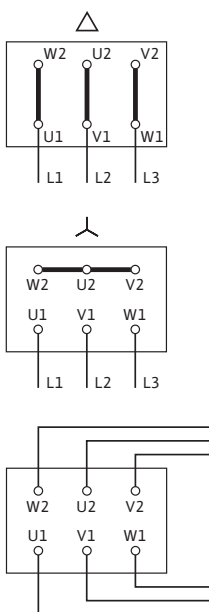

Fig. 17: Під'єднання до мережі
Схема електричного під'єднання знаходиться в кришці клемної коробки (див. також Fig. 17).
- Під'єднання до мережі залежить від потужності двигуна  $P_2$ , від мережевої напруги і типу увімкнення. Потрібну схему перемикачів з'єднувальних перемичок в клемній коробці можна знайти в наступному переліку «Табл. 4. Розподіл з'єднувальних клем» на сторінці 19, а також на Fig. 17.